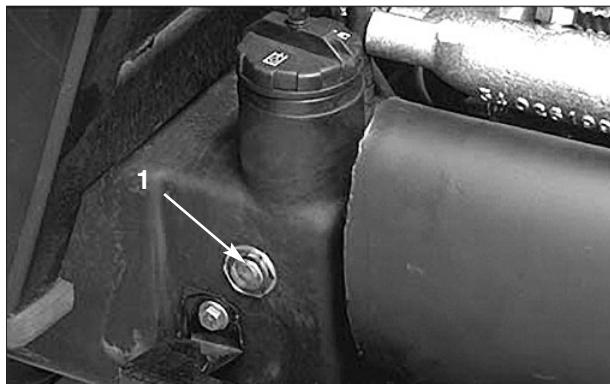

Figure 48
5. Lorsque les plateaux de coupe latéraux sont relevés, le plateau de coupe central est abaissé et l'huile est chaude, observez le niveau dans le viseur (Fig. 48). Si vous ne pouvez pas voir l'huile, faites l'appoint pour amener le niveau au centre du viseur (niveau max.). Pour éviter de remplir excessivement, ne faites pas le plein lorsque l'huile est froide. NE REMPLISSEZ PAS EXCESSIVEMENT.
2. Réglage des modèles à 4 roues motrices (Fig. 48) :